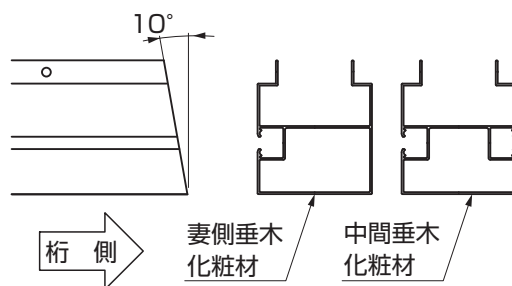

図17-3
- 垂木化粧材の端が10°切欠いている側を桁側にしてください。(図17-3参照)